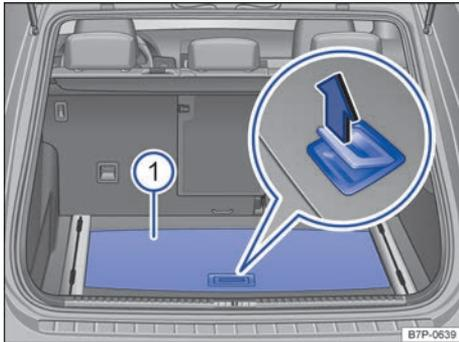

Fig. 202 En el maletero: levantar el piso de carga reversible.
- Tire del asidero → **fig. 202** (imagen ampliada) del piso de carga reversible ① en el sentido de la flecha y levante el piso.
- Extraiga el piso de carga reversible → **fig. 202** ①.
- Tire del piso → **fig. 202** ① por el asidero, dele la vuelta y deposítelo de nuevo en el maletero → ①.